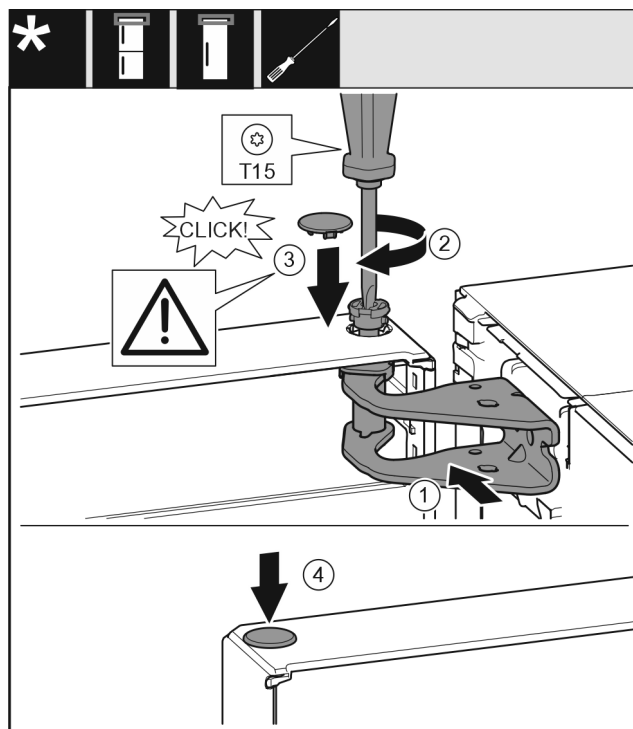

Fig. 15
- ▶ Выровняйте дверь вверх по отверстию в опорном кронштейне. Fig. 15 (1)
- ▶ Вставьте палец и затяните отверткой T15. Fig. 15 (2)
- ▶ Установите предохранительную крышку для защиты двери: Вставьте предохранительную крышку и проверьте, прилегает ли она к двери. В ином случае вставьте палец полностью. Fig. 15 (3)
- ▶ Вставьте заглушку. Fig. 15 (4)